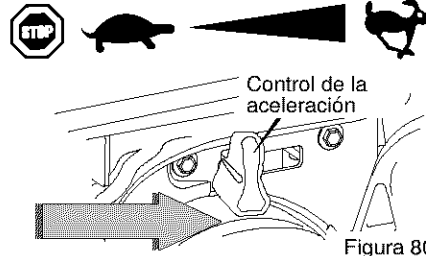

Figura 80
4. Mueva el control de aceleración a la posición (RAPIDO). Opere el motor con el control de aceleración en la posición "RÁPIDO" (vea la Figura 80).